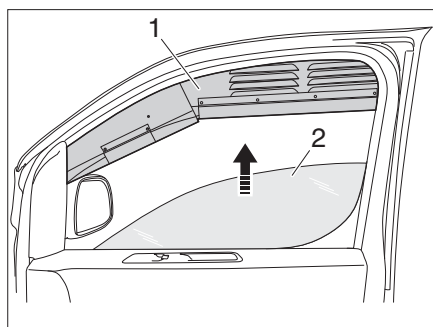

Figura 9 Colocar las rejillas de ventilación
▷ La rejilla de ventilación (Figura 9,1) está guardada en el asiento del banco para dormir.
- Baje la ventana del vehículo (Figura 9,2).
- Instale la rejilla de ventilación (Figura 9,1) en la parte superior del marco de la ventana.